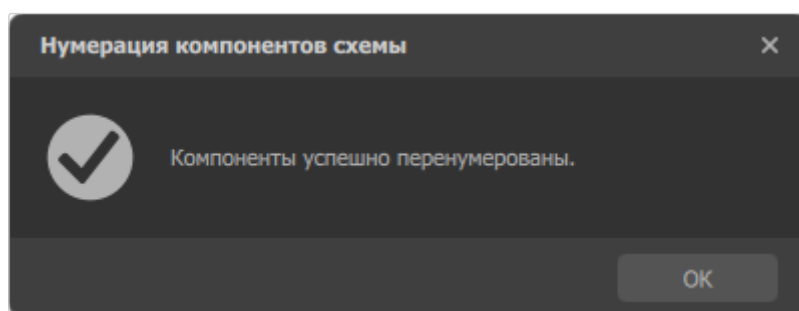

Рисунок 72. Диалоговое окно подтверждения перенумерации компонентов
- 2) В диалоговом окне, подтверждающем перенумерацию компонентов, нажать на кнопку ОК (см. рисунок 72).